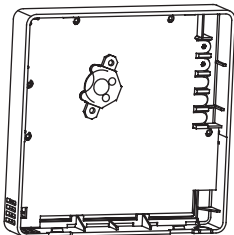

Fig. 3-5
- Sett batteriet i installasjonsplassen og sørg for at den positive siden av batteriet er i samsvar med den positive siden av installasjonsstedet. (Se fig. 3-5)